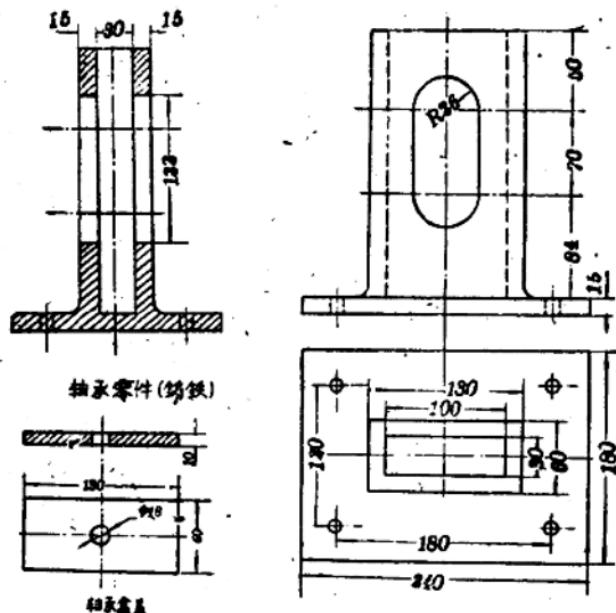
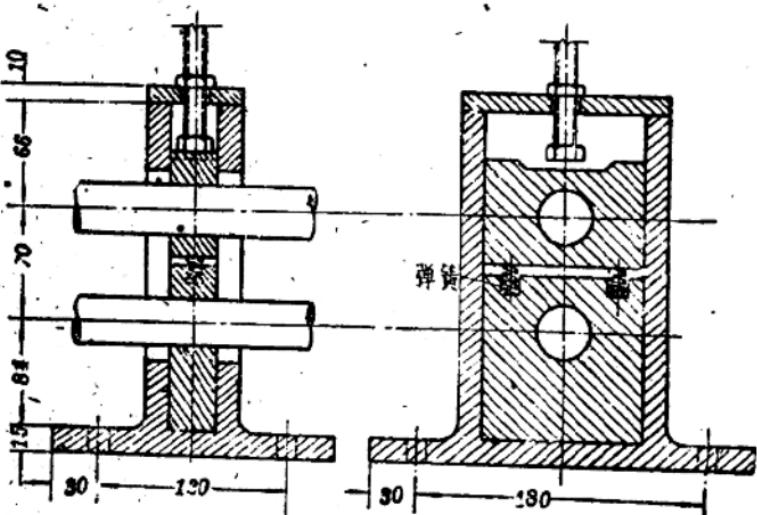
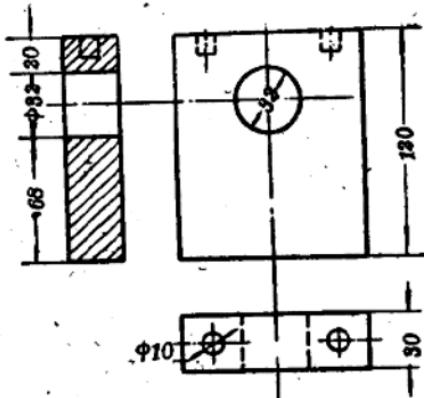
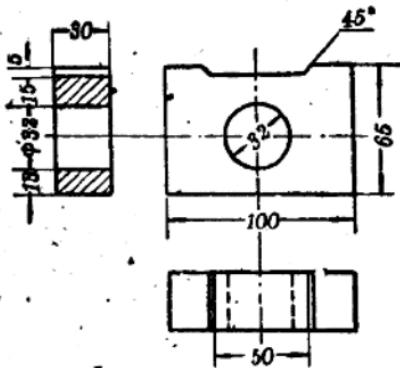

图 1-7 活动支承和轴承盖
图 1-8 轴承装配
图 1-9 固定軸瓦
图 1-10 可动軸瓦
2. 支承机构：分固定支承（图1-6）和活动支承（图1-7）。图1-8为軸承装配图。活动支承里有两块軸瓦，下軸瓦是固定的（图1-9），上軸瓦是可动的（图1-10）。活动軸瓦的上边有一